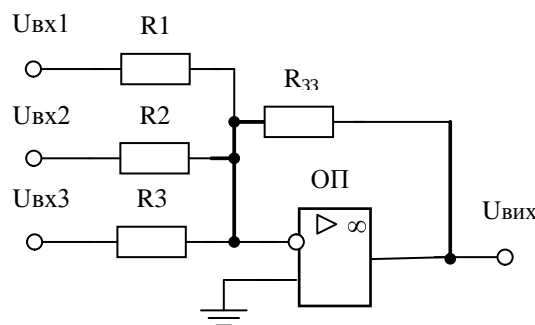

Рисунок 1
Інвертуючий суматор (рис.1) підсумовує входні напруги і інвертує результат. Інвертуюча схема підсумовування з масштабними коефіцієнтами - це варіант інвертуючої суматора, в якому кожному входу надано власну вагу. Ваговий коефіцієнт при цьому дорівнює K_i (коефіцієнту передачі з i -го входу) а напруга на виході визначається відповідно до виразу (1).
1. Зберіть схему інвертуючого суматора відповідно до рис.1.